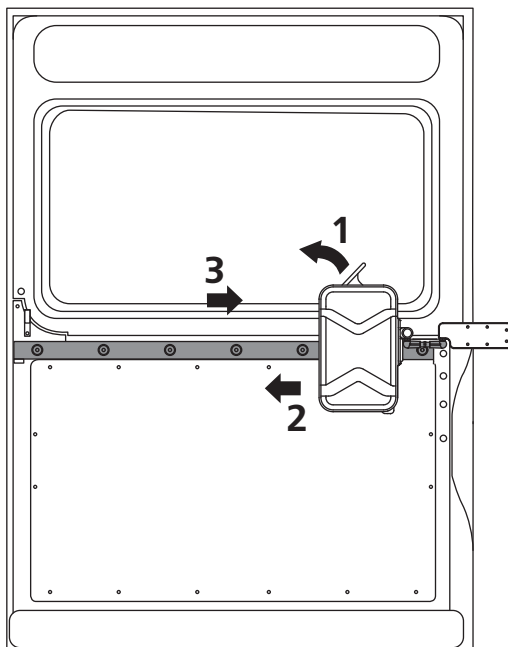

Рис. 1
- 1)Дерните рычаг аварийного открывания вверх 1 (рис. 1).